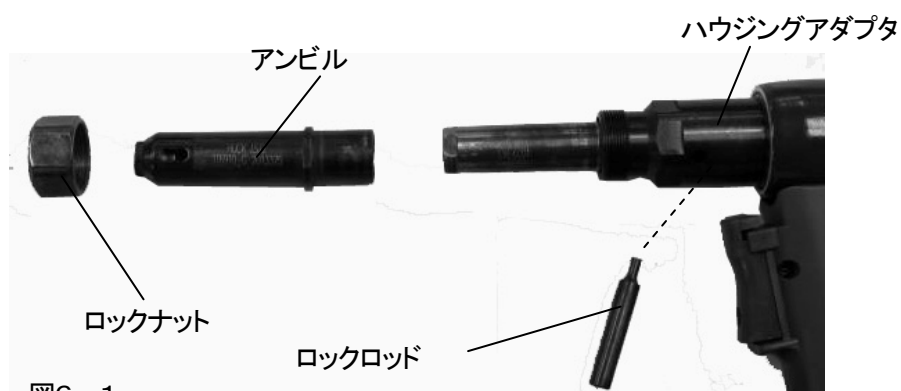

図6-1
- (1) スパナでロックナットを外し、アンビルを外してください。(図6-1)